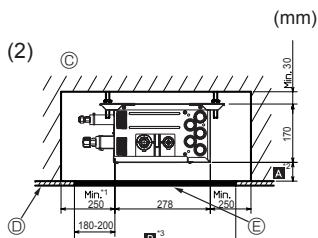
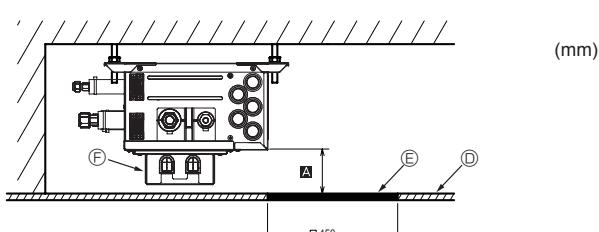

Fig. 4-7
Fig. 4-9
(2) Vista laterale (Fig. 4-7, Fig. 4-8, Fig. 4-9)
Per installare la scatola del reattore opzionale, impostare su Min. 270 mm <valore raccomandato> (Fig. 4-9). Ⓐ
Se il valore è “□ 450”, preparare un foro per la manutenzione sul lato della scheda di circuito stampato (come indicato nella Fig. 4-8, Fig. 4-9), e la distanza Ⓑ deve corrispondere a “300 mm minimo”.